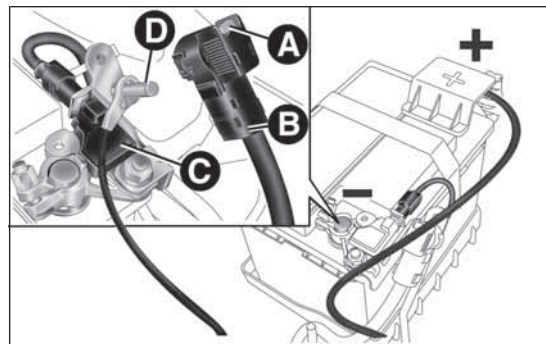

fig. 158
- ☐ desconectar el conector A fig. 158 (mediante la acción del botón B) del sensor C de control del estado de la batería (instalado en el polo negativo D de la misma batería);